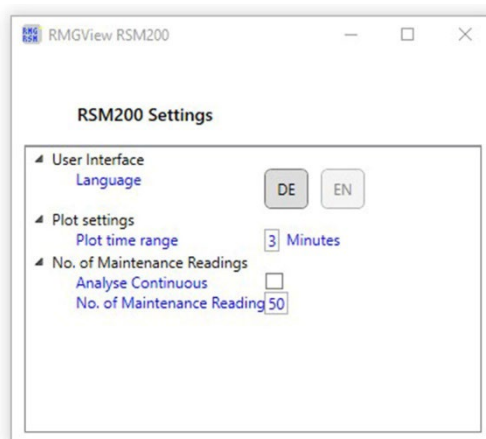

Figura 31: Finestra Settings – Diagnostic Settings
1. Selezionare **Diagnostic settings**. Si aprono le possibilità di impostazione (cfr. Figura 31).